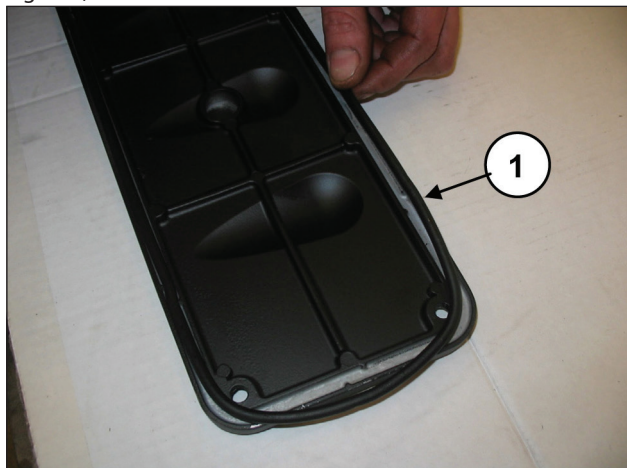
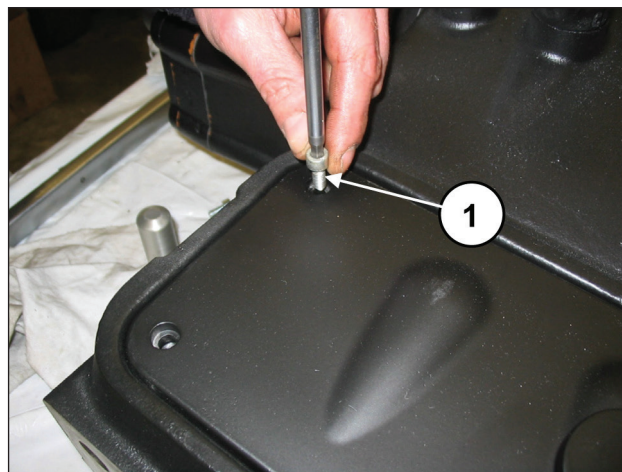

Fig. 154
Fig. 155
Insira o anel circular nas tampas de inspeção (pos. ①, Fig. 154) e monte as tampas usando 4+4 parafusos M6x14 (pos. ①, Fig. 155).